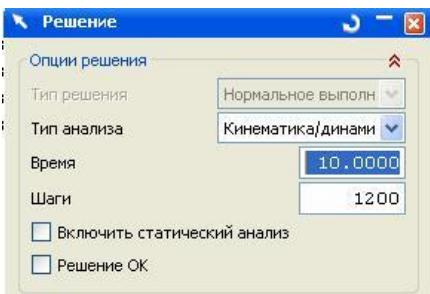

Рис.1
- До сих пор большинство наших примеров мы выполняли, при следующих параметрах в диалоговом окне *Решение* (рис.1):